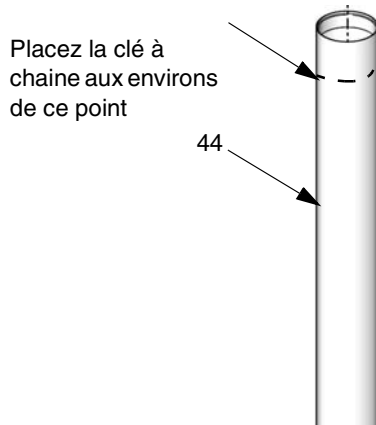
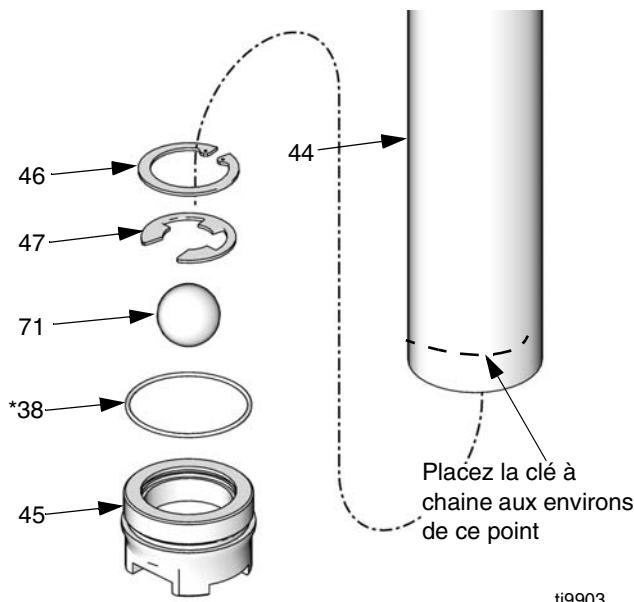

FIG. 17
FIG. 18
1. Avec une clé à chaîne près du haut du tube d'aspiration au point indiqué à la FIG. 17, et une clé sur les plats du clapet de pied (45), desserrez légèrement le clapet du tube (44). Pour éviter d'endommager le tube d'aspiration, n'enlevez pas le clapet de pied avant d'arriver à l'opération 3.
Lors de la dépose du tube d'aspiration, faites très attention à ne pas le fléchir, d'y faire de bosses ou l'abimer d'une autre manière. Pour éviter de l'endommager, n'utilisez la clé à chaîne qu'aux points indiqués aux FIG. 17 et FIG. 18. Ne l'utilisez jamais au milieu du tube d'aspiration.
2. Le clapet étant toujours la en tant que support du tube, desserrez légèrement le tube d'aspiration (44) du corps de pompe (34) avec une clé à chaîne près du bas du tube au point indiqué à la FIG. 18.
3. Retirez maintenant le clapet du tube (44).
4. Enlevez la bague de retenue (46), le circlips (47), la bille (71) et le joint torique (38\*) du clapet de pied (45). Contrôlez l'état de toutes les pièces. Voir FIG. 18.